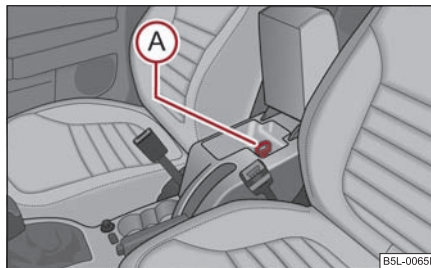

Fig. 129 Apoyabrazos: Refrigeración del compartimento guardaobjetos
- Tire del cierre **A** hacia arriba ⇒ página 106, fig. 129.